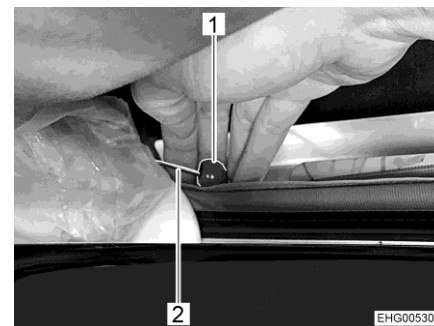

Fig. 50 Dispositif de déverrouillage de secours
- Tirer des deux côtés sur le bouton rouge (Fig. 50,1) du câble Bowden (Fig. 50,2).